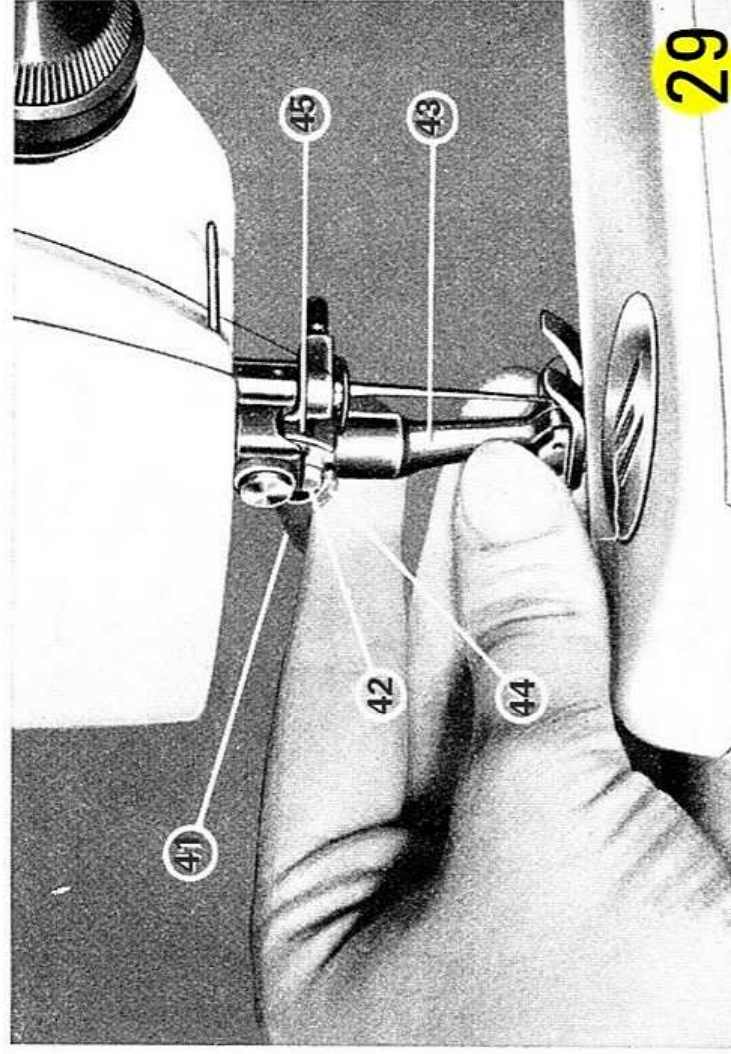

Abb. 15
a) Das Abnehmen des Nähfußes Abb. 15